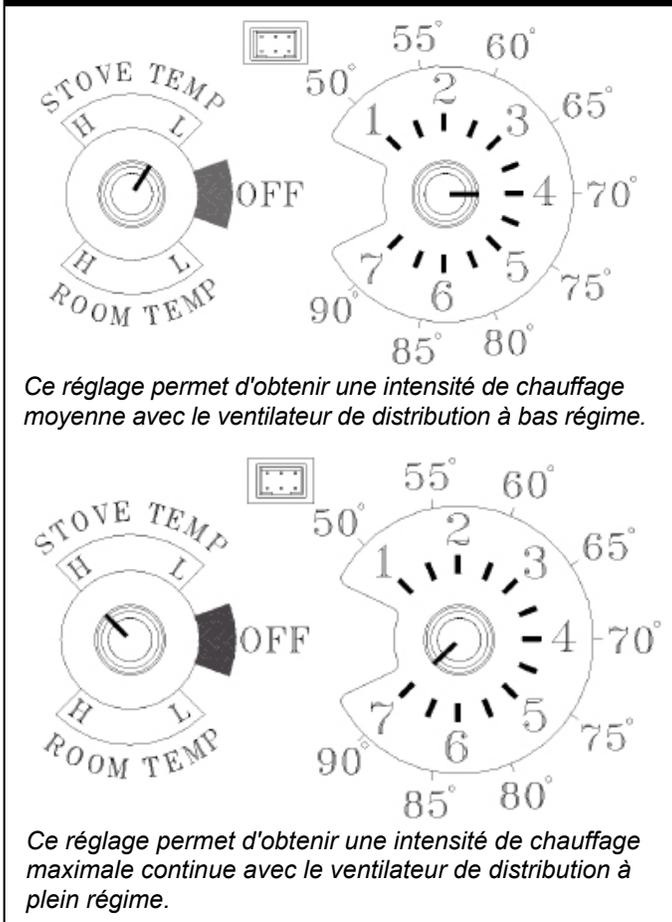
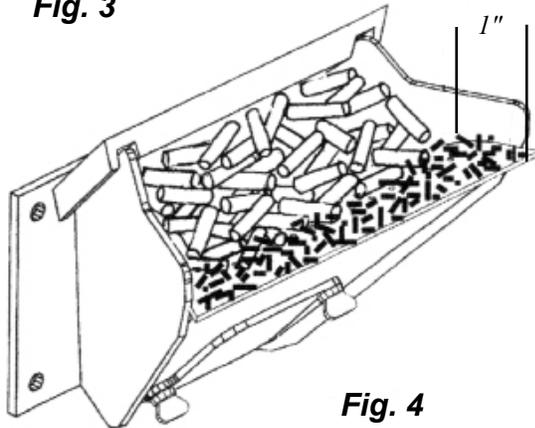

Fig. 2
Fig. 4
Une forte puissance est déterminée par le réglage de l'alimentation. La commande ajuste le régime de combustion, qui **ne peut pas** dépasser le régime déterminé par la position du bouton de réglage de l'alimentation. Le taux de combustion maximum du poêle ne doit pas créer moins de 2,5 cm (1") de cendres à l'avant du pot de combustion (voir fig. 4). L'excès d'alimentation n'est pas une question de sécurité, mais de gaspillage, car des granulés non brûlés pourraient tomber dans le bac à cendres.
Ce mode permet un allumage automatique au démarrage uniquement. Le poêle peut ensuite être réglé à n'importe quel réglage souhaité. La puissance calorifique et la consommation en combustible resteront constantes, quelle que soit la température de la pièce (voir figure 2). Le débit d'alimentation maximum du poêle ne doit pas créer moins de 2,5 cm (1") de cendres à l'avant du pot de combustion (voir figure 4).
7. Réglez le bouton de réglage de l'alimentation de façon à obtenir une combustion maximale : Avec le bouton de réglage de l'allumeur sur « AUTO », placez le sélecteur de mode sur « Stove Temp » et mettez le ventilateur sur « H ». Mettez le bouton de réglage de la température sur 7. Laissez le poêle fonctionner environ 30 minutes, puis vérifiez les cendres à l'avant du pot de combustion. Fig. 4. Si le lit de cendres est supérieur à 2,5 cm (1"), augmentez le réglage de l'alimentation de 4 à 5. Laissez brûler 30 nouvelles minutes et vérifiez de nouveau. Si vous n'arrivez pas à obtenir un lit de cendres de moins de 2,5 cm (1") sur la position 6, ce n'est pas un problème. Le lit de cendres de 2,5 cm (1") est obtenu au taux de combustion maximal, et avec la plupart des réglages normaux, vous obtiendrez un lit plus épais.